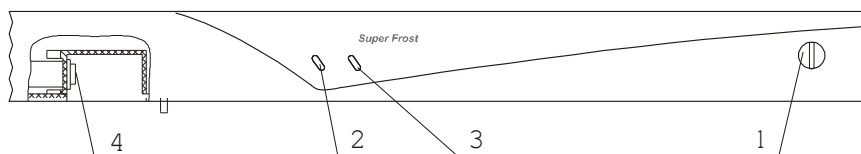

Рис.3. Схема расположения приборов управления и индикации
7.1. Включение и отключение холодильника производится штепсельной вилкой сетевого шнура. Загоревшаяся зеленая индикаторная лампа 2 (рис.3) на панели свидетельствует о том, что холодильник включен в электросеть. Желтая индикаторная лампа 3 горит при работе холодильника в режиме замораживания. Индикаторные лампы загораются в течении 10 секунд.
7.2. Температурный режим в холодильной камере устанавливается путем поворота ручки терморегулятора 1 (рис.3) до выбранного по шкале температурного режима.
указанной в разделе 2. При загрузке продуктов, в количестве, превышающем мощность замораживания, увеличивается время полного замораживания. Если Вы хотите сократить время замораживания продуктов, то можете использовать режим быстрого замораживания (Super frost). Режим быстрого замораживания включается нажатием клавиши переключателя 4 (рис.3) «от себя». При этом на панели загорается индикаторная лампа 3 (рис.3).
**Не позднее 24 часов после загрузки последней партии продуктов переведите холодильник в режим хранения, нажав клавишу переключателя «на себя», при этом индикаторная лампа 3 (рис.3) гаснет.**